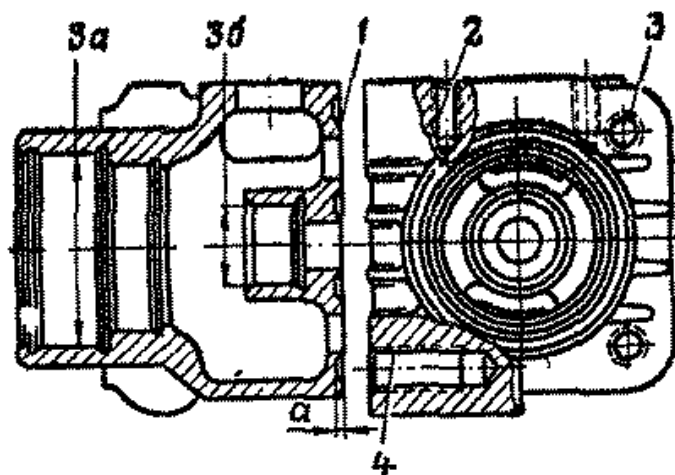

Рис. 194. Корпус насоса гидроусилителя руля
1. Корпус насоса гидроусилителя руля (рис. 194)